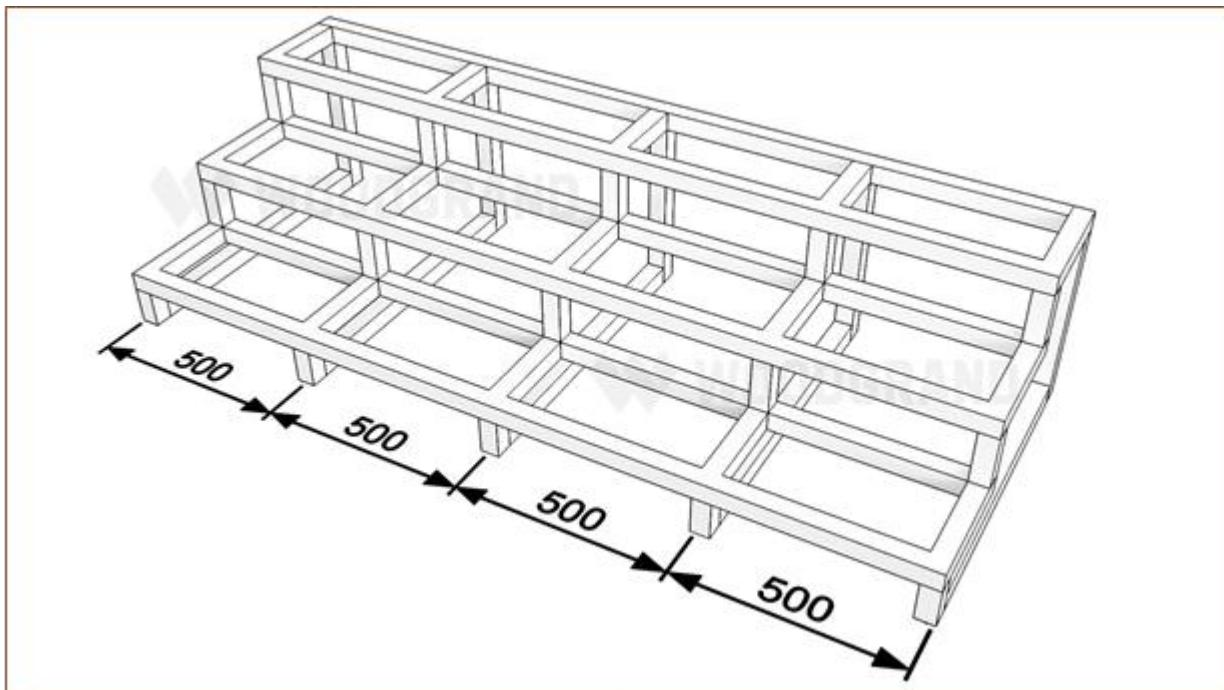

Рис. 2
- с помощью монтажных уголков. (Рис. 2).